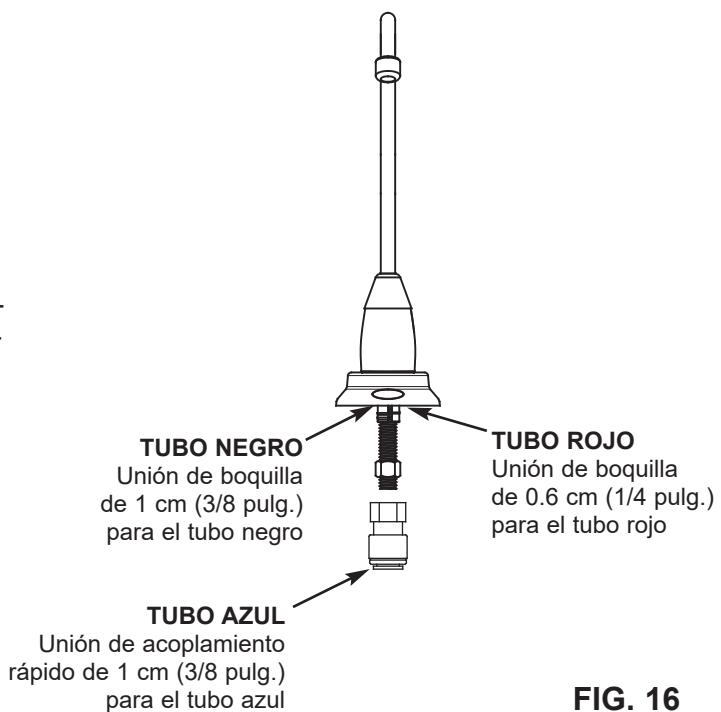

FIG. 16
- Ubique la tubería negra de 3/8 pulg. (1 cm) y empuje un extremo en la unión de boquilla de 3/8 pulg. (1 cm) del grifo, vea la Fig. 16.
- Mueva el sistema de ósmosis inversa (RO) a su posición, debajo del fregadero. (consulte la página 11 y cuelgue el sistema en la pared del gabinete o colóquelo en la superficie del suelo, como se deseé).
- Ubique la tubería roja de 1/4 pulg. (0,6 cm) conectada al conjunto de ósmosis inversa. Retire la tapa de empaque del extremo suelto de la tubería roja. Tienda la tubería roja de abajo hacia arriba a través del orificio de montaje del grifo. Corte el tubo en ángulo recto y a la medida según sea necesario. Vea la Fig. 18. Empuje el extremo de la tubería en la unión de boquilla de 1/4 pulg. (0,6 cm). Vea la Fig. 16.
- Ubique la tubería azul de 3/8 pulg. (1 cm) y empuje un extremo en la unión de acoplamiento rápido. Vea la Fig. 16.